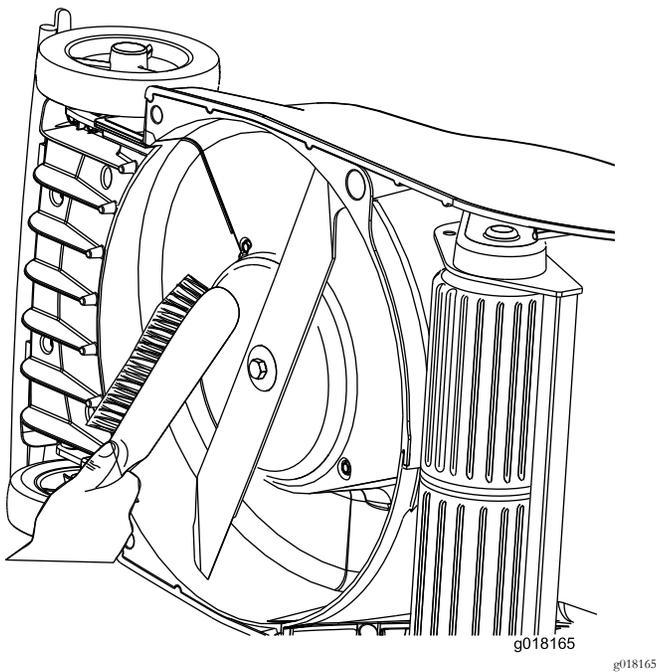

Рисунок 28
- Удаляйте траву и мусор с верхней и нижней части корпуса деки сразу после эксплуатации машины (Рисунок 28).